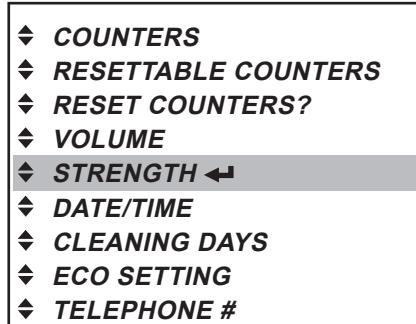

Рис. 36
1. Нажать кнопку ввода , чтобы вызвать меню «STRENGTH» («КРЕПОСТЬ»). (Рис. 36)